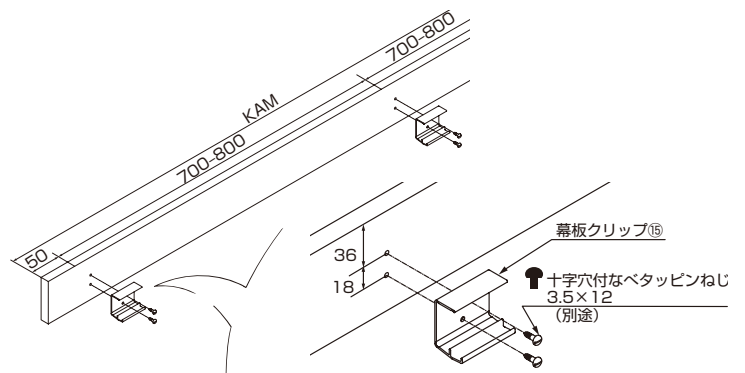

図 2-6-1
(1)幕板の裏側に、幕板クリップ⑮を図 2-6-1 のように止めてください。